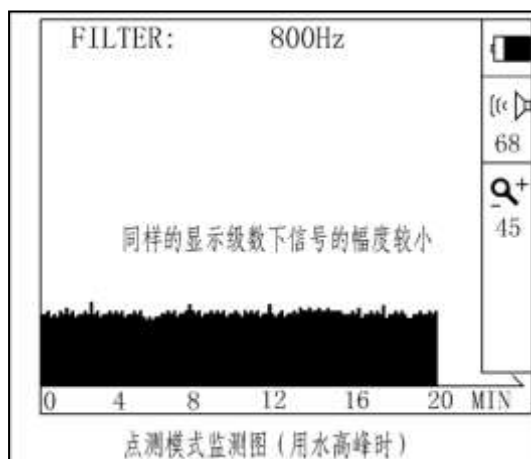
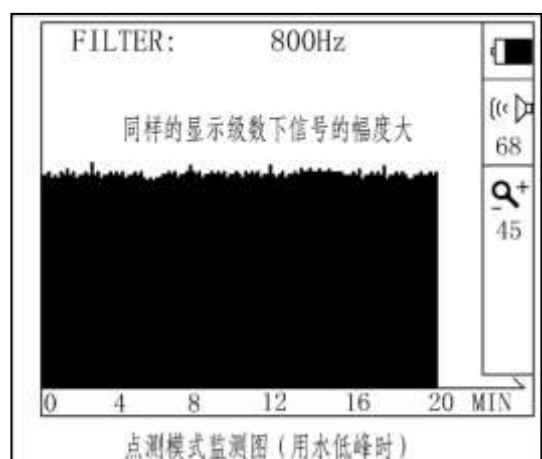

图 9.10
图 9.11
1. 在同一个监测点，如果用水高峰时有较大幅度的噪声信号，而用水低峰时却显示有更大幅度的噪声信号（见图 9.10 和图 9.11），说明用水低峰时，由于水压升高，漏水噪声信号增强，从而显示出幅度增大，由此可判断该处附近有漏点：